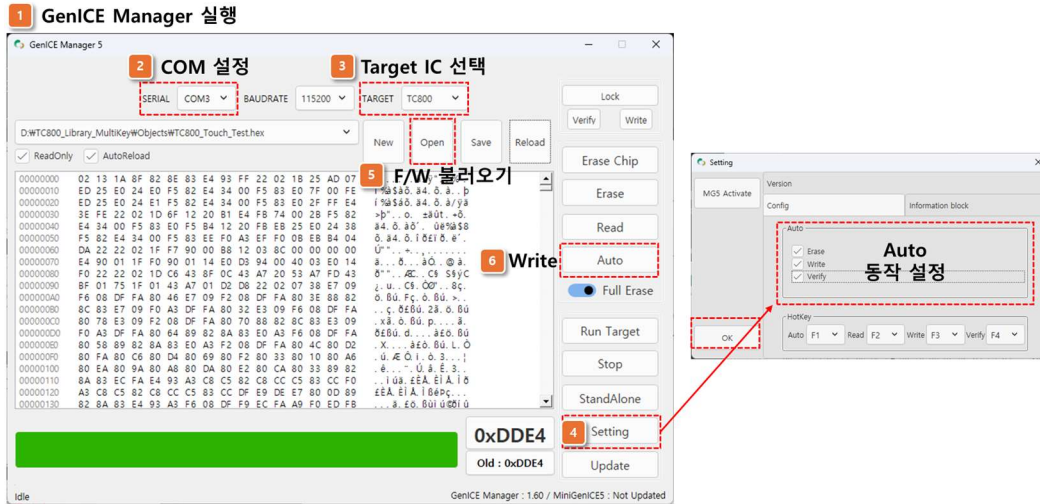

Figure 7. GenICE Manager를 이용한 펌웨어 다운로드 절차
Step 1. GenICE Manager 실행 [Figure 7 참조]